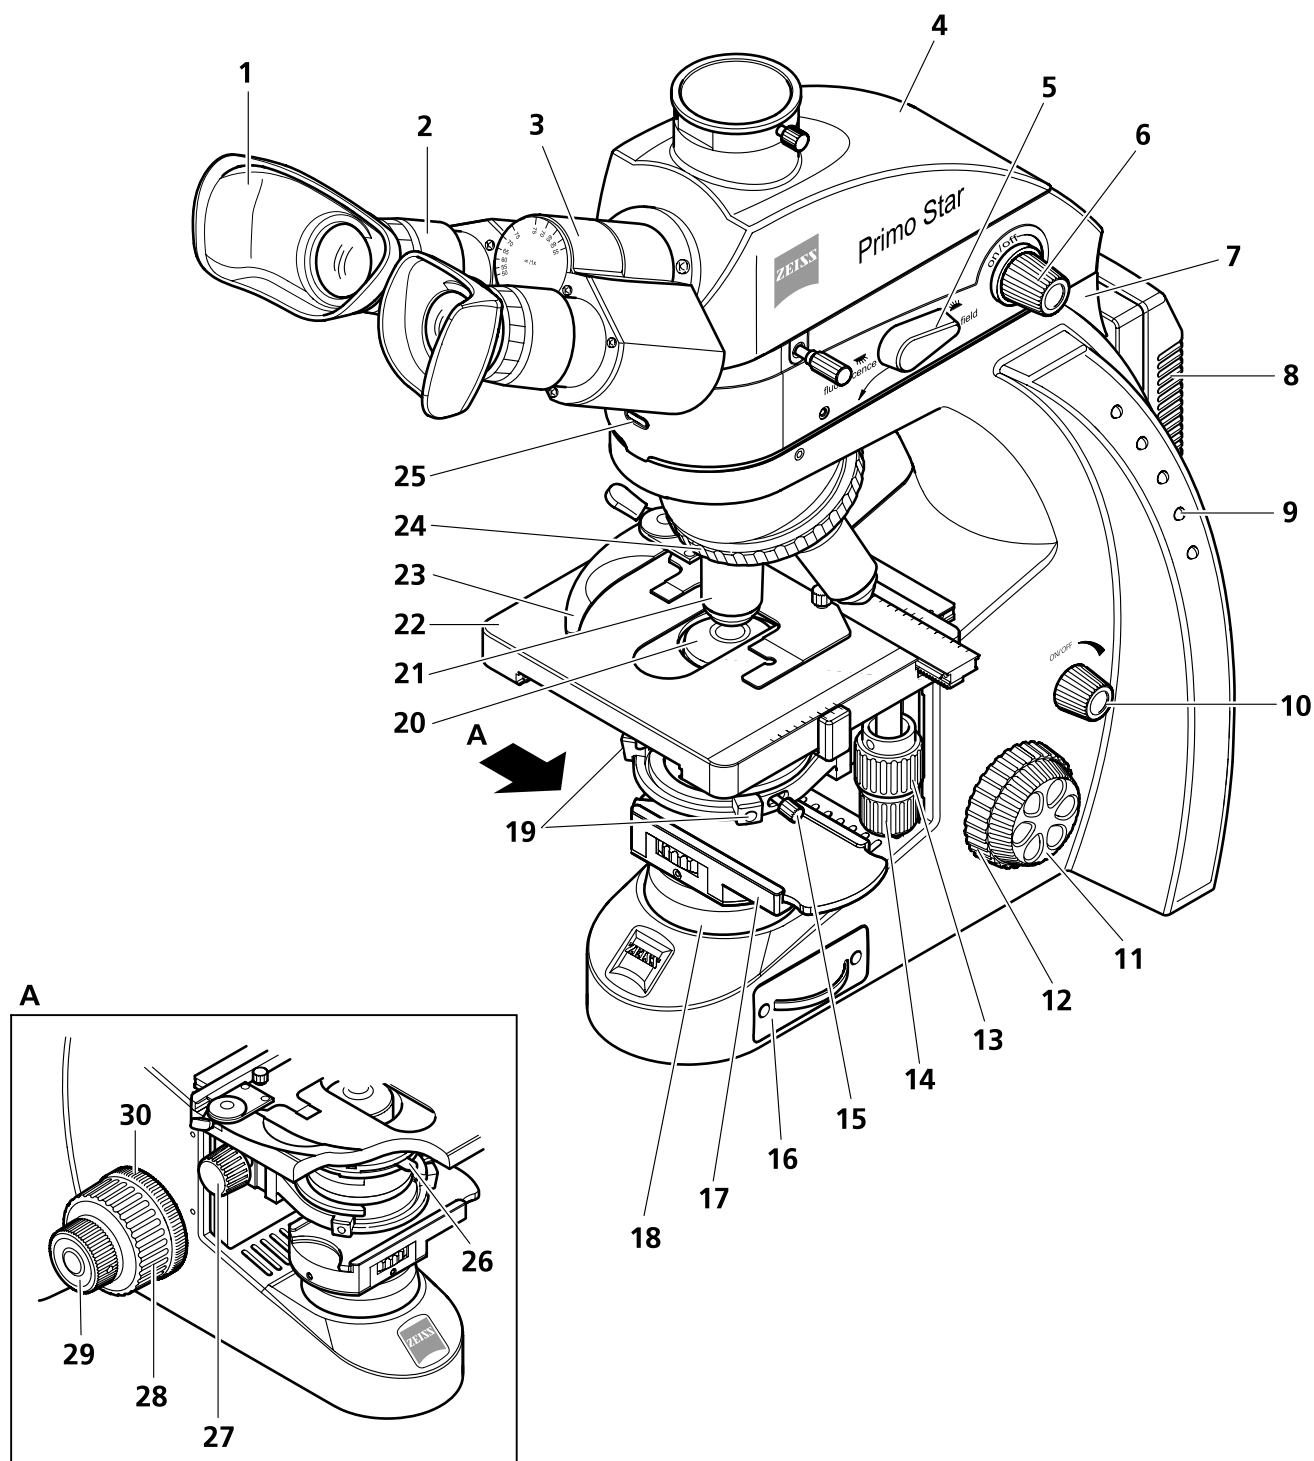

Рисунок 17 Элементы управления микроскопа «Primo Star iLED»
- Ход привода грубой настройки (Рисунок 16/25 или Рисунок 17/30) устанавливается на заводе-изготовителе и при необходимости может дополнительно регулироваться.
- Повернуть переключатель «проходящий/отражённый свет» (Рисунок 17/5) вверх в позицию для проходящего света (**Brightfield**).
- Включить осветитель проходящего света посредством поворотной ручки (Рисунок 17/10) и отрегулировать освещение до желательной интенсивности.
Выбранная установка интенсивности освещения показывается расположенными с обеих сторон штатива синими светодиодами (Рисунок 17/9) в пяти ступенях.
- Повернуть переключатель «проходящий/отражённый свет» (Рисунок 17/5) вверх в позицию для отражённого света (**Fluorescence**).
- Включить осветитель проходящего света посредством поворотной ручки (Рисунок 17/6) и отрегулировать освещение до желательной интенсивности.
Если осветитель отражённого света включён, то контрольный индикатор (Рисунок 17/25) на его передней стороне светится, причём яркость контрольного индикатора будет соответствовать настроенной интенсивности освещения.